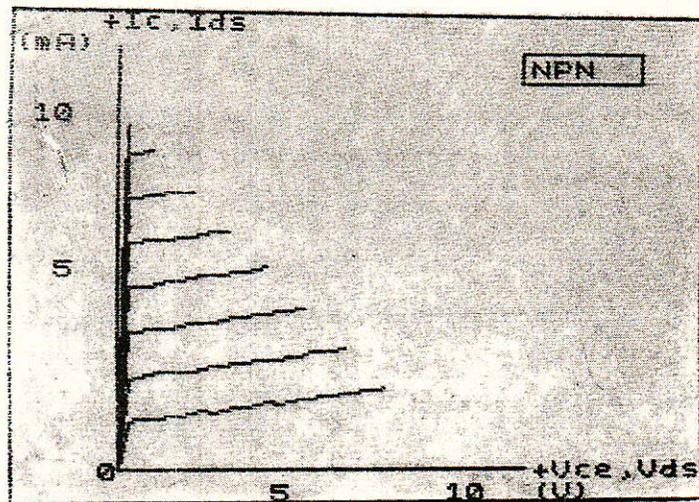

Figure 19
La **figure 19** est une recopie d'écran qui délivre le graphe, d'un transistor NPN grâce au programme décrit. En allant plus loin, il vous serait possible de
**figure 19**, le Beta est d'environ 300 car à chaque marche de 30  $\mu$ A pour Ib correspond un courant de collecteur de marche 10 mA. La limitation est due à la droite de charge du montage limité à 100 mA environ pour Ic et 10 V environ pour VCE.